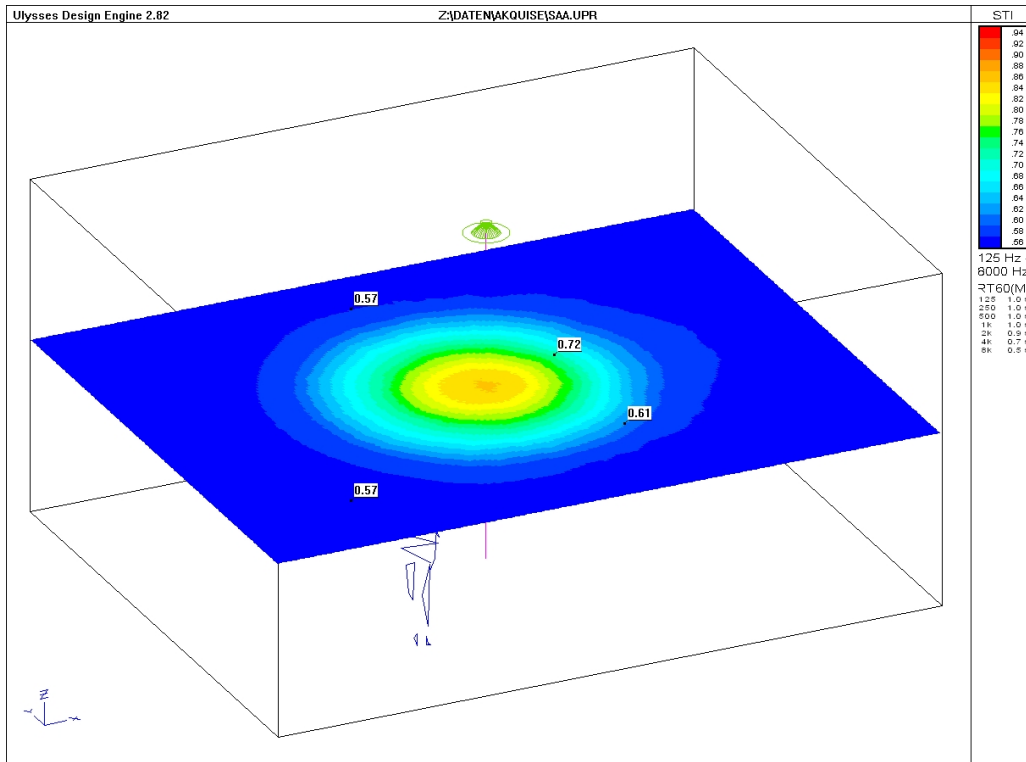
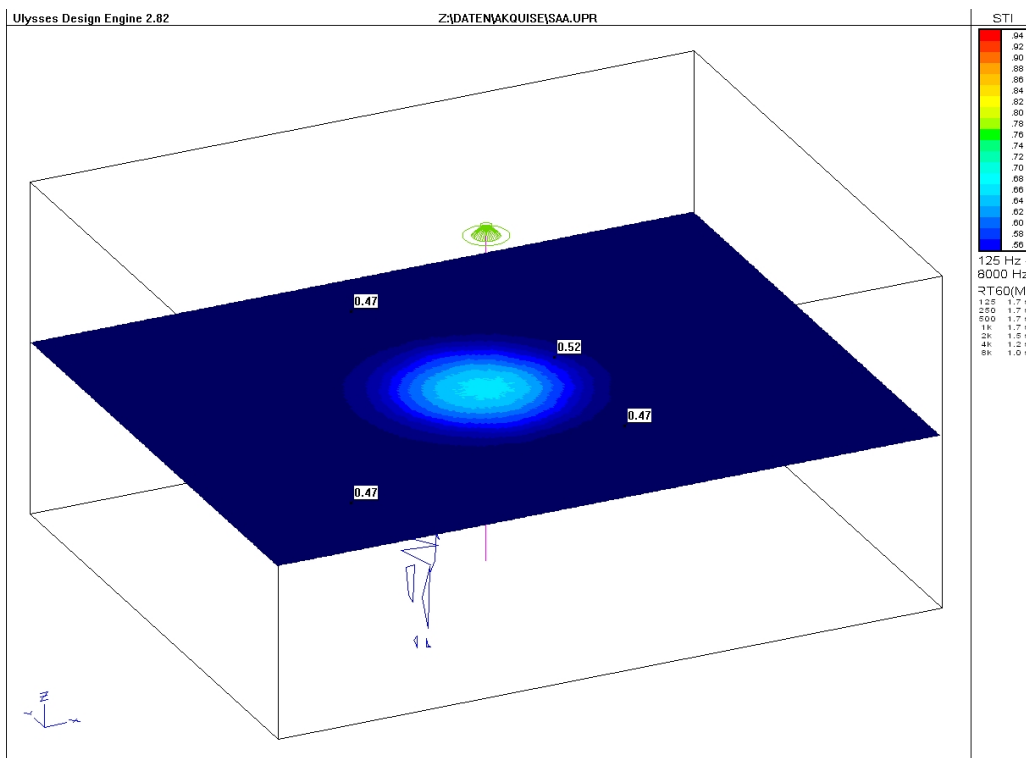

Abbildung 3: Raum mit niedriger Nachhallzeit und STI > 0,5
Abbildung 4: Raum mit hoher Nachhallzeit und STI teilweise < 0,5
Es kommt daher oft vor, dass vermeintlich alles richtig und normgerecht geplant und ausgeführt wurde, mit zertifizierten Lautsprechern, Zentralen und einem Leitungsnetz gemäß (M)LAR, trotzdem wird die Abnahme der SAA verweigert, oder ein Mangel aufgenommen, wenn die Messungen der Verständlichkeit keine ausreichenden Werte ergeben. Um dies zu verdeutlichen zeigen die vorstehenden Abbildungen Ergebnisse aus Simulationsberechnungen für 2 geometrisch gleiche Räume mit dem gleichen Lautsprecher. In der Abbildung 3 besitzt der Raum eine niedrige und in der Abbildung 4 eine deutlich höhere Nachhallzeit.